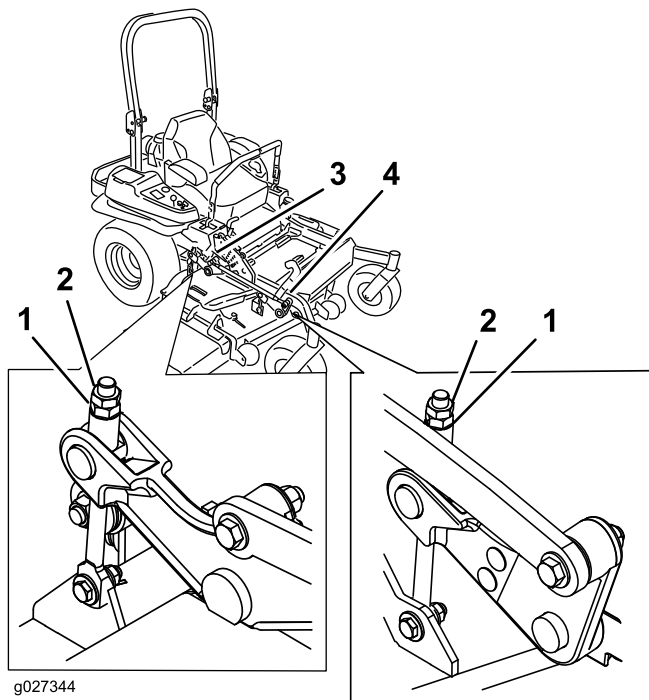

Figura 94
10. Si es necesario, afloje la contratuerca con arandela prensada del lateral de la horquilla y la contratuerca de la parte superior. Gire el tornillo de ajuste hasta obtener una altura de 7.6 mm (3") (Figura 94).
16. Gire el tornillo de ajuste hasta obtener una altura de 8.3 mm (3 1/4") (Figura 94).